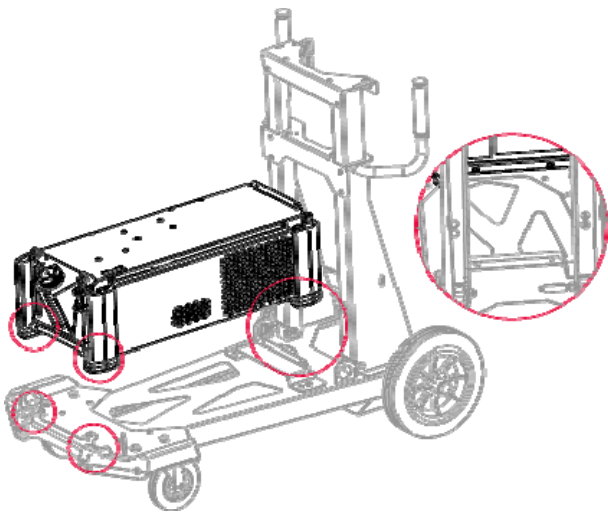

Figura 1
- Coloque el refrigerador sobre un carro de cuatro ruedas (Figura 1).